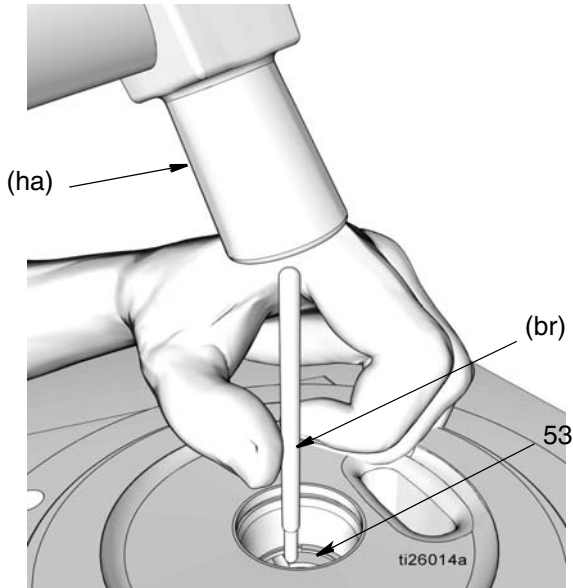

图 26
- d. 卸下垫片 (12)、密封 (11) 和垫片 (12)。
19. 使用软铜杆 (br) 和锤子 (ha) 轻敲泵元件衬套 (53)，使其从泵底座 (1) 中脱离 (图 26)。